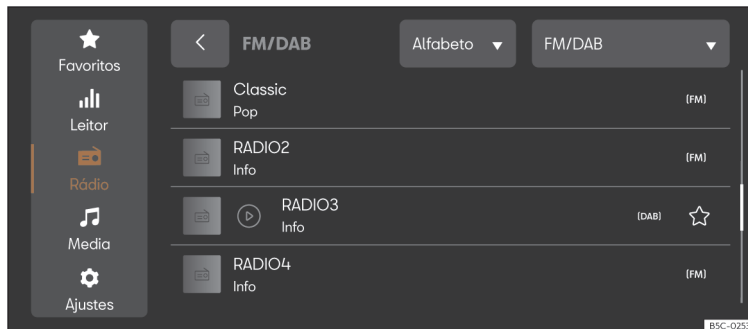

Fig. 177 Representação esquemática: Vista Rádio.
- Pressione **HOME** > > > > > **Fig. 177**.